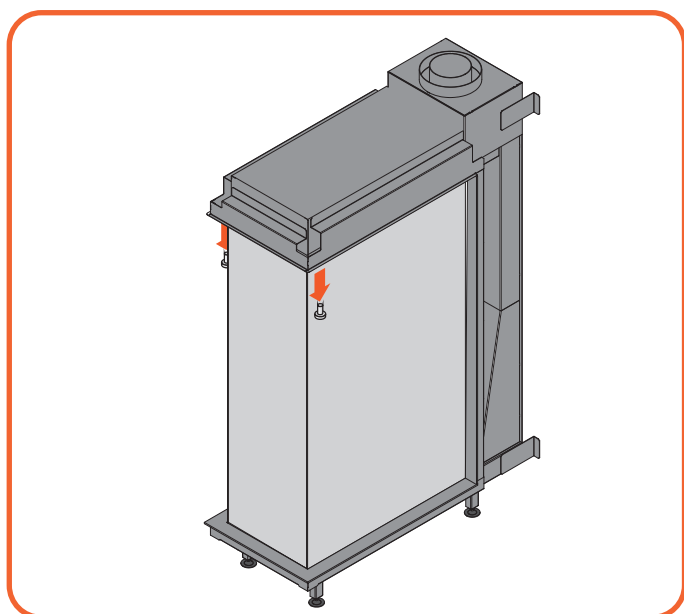

Abb. 9.2 Abschrauben der oberen Verkleidung
- Schrauben sie die obere Verkleidung ab (Abbildung 9.2).